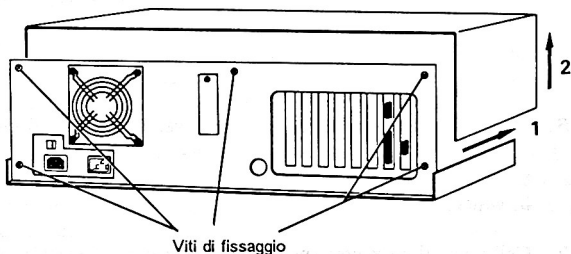

Figura 1
2. Estrarre il coperchio posteriore, svitare le 5 viti di fissaggio della carrozzeria come indicato in Figura 1, traslare la sommità della carrozzeria leggermente in avanti ed alzarla.